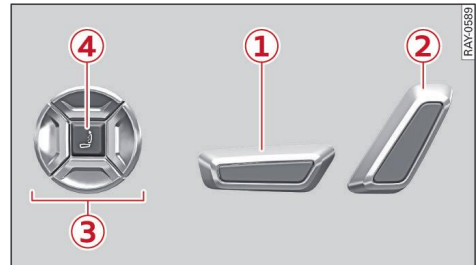

Fig. 47 Asiento delantero: Teclas para ajustar el asiento
- ▶ Para activar y desactivar la función de masaje, pulse la tecla ④ ⇒ fig. 47.
- ▶ Para acceder al menú **Masaje** pulse la tecla **④** ⇒ *pág. 75, fig. 47*.
- ▶ Para activar y desactivar la función de masaje, pulse la tecla **④** ⇒ *pág. 75, fig. 47*. O bien: